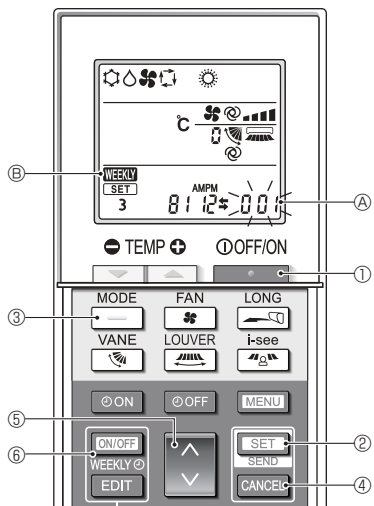

Fig. 6-7
#### 6.9.8. Cómo desactivar el funcionamiento en modo Auto (Fig. 6-7)
- El equipo entra en el modo de ajuste de funciones. (El número de ajuste del modelo de grupo (A) parpadea).
3. Pulse el botón **DOWN** ④.
4. Completar los ajustes (Fig. 6-7)
- Pulse el botón **SET** ② durante 5 segundos.